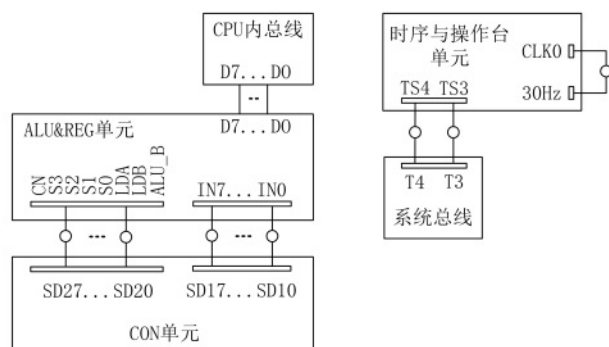

图1 实验接线图
(1)把时序与操作台单元的“MODE”用短路块短接，使系统工作在四节拍模式，JP 1（在ALU®单元）用短路块将 1、2 短接，按图 1所示连接实验电路，并检查无误。图中将用户需要连接的信号用圆圈标明（其它实验相同）。